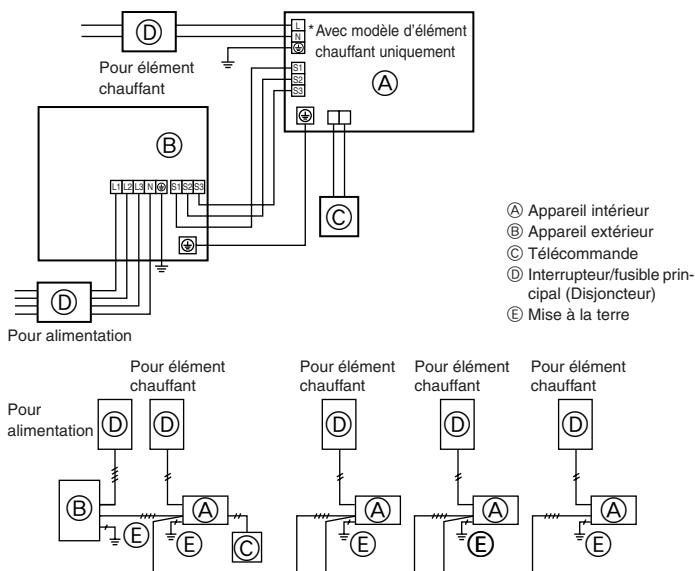
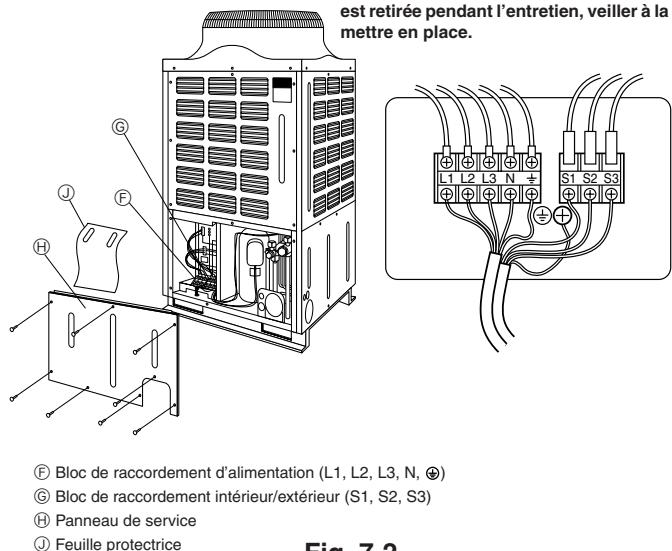

Fig. 7-1
Fig. 7-2
7.1. Appareil extérieur (Fig. 7-1, Fig. 7-2)
- (1) Retirer le panneau de service.
- (2) Effectuer le câblage conformément aux figures 7-1 et 7-2.